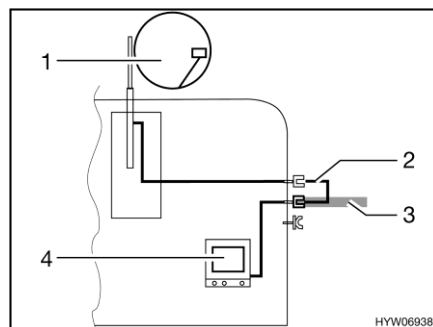

Fig. 123 TV dans le véhicule
- TV dans le véhicule (Fig. 123,4) : Raccord à l'antenne sur le toit (Fig. 123,1) avec câble d'alimentation (Fig. 123,2)
- TV dans le véhicule (Fig. 123,4) : Raccord à l'antenne extérieure (Fig. 123,3)